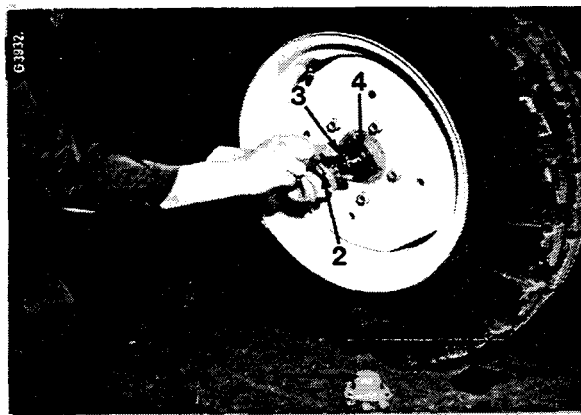

Figure 113
Enlevez les chapeaux de moyeux (1) Fig. 113, les goupilles (2) et les chapeaux de blocage (3) puis resserrez l'écrou de réglage (4) jusqu'à disparition complète du jeu et jusqu'à ce qu'une résistance se fasse sentir sur la clé. Faites tourner la roue lors du serrage jusqu'à ce qu'elle commence à résister légèrement.